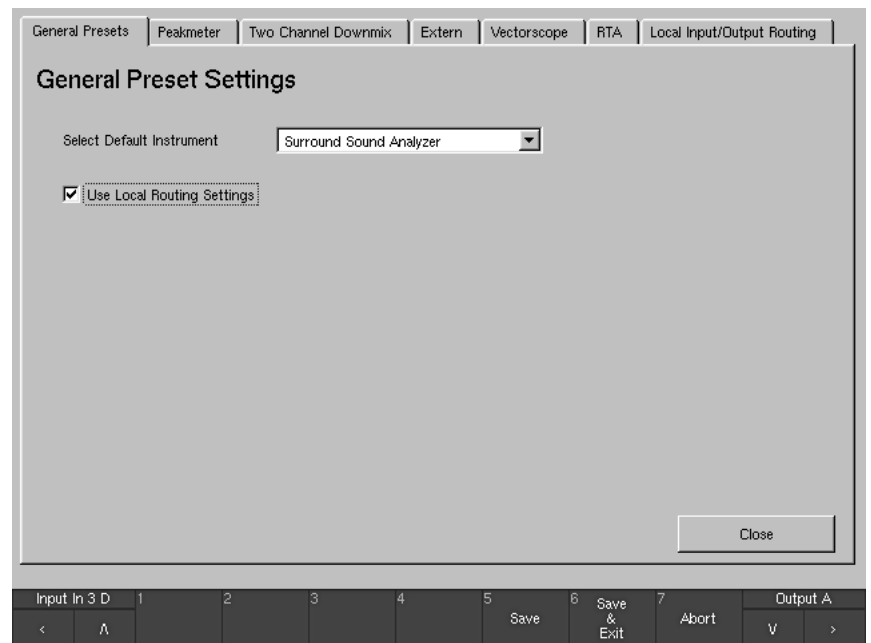

Bild 4-4: Menü-Karteikarte „General Presets“ nach Betätigen der Schaltfläche „Edit selected preset“
Über die Schaltfläche „Edit selected preset“ werden die „Instrument Settings“ des gewählten Presets geöffnet und die weiteren Menü-Karteikarten zur Voreinstellung der Instrumente bereitgestellt (siehe Bild 4-4 in Abschnitt 4.4.1., die Abschnitte 4.4.1. bis 4.4.7. und Abschnitt 4.13.).
4.4.1. „General Presets“ (General Preset Settings, siehe Bild 4-4)